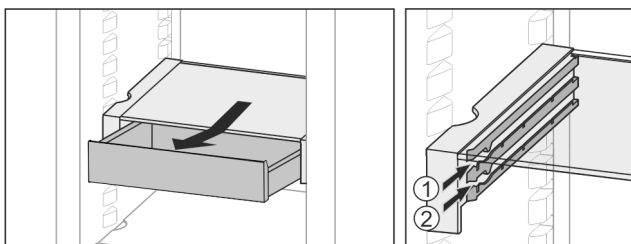

Fig. 27
- ▶ Zasuňte ju v ľubovoľnej výške Fig. 27 (1) alebo Fig. 27 (2).